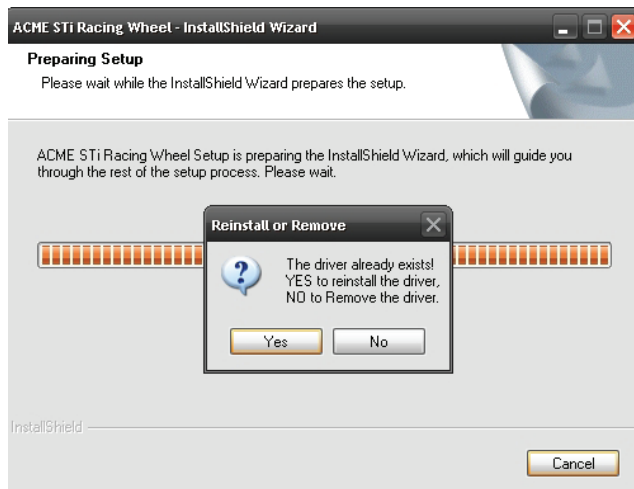

Imagen 7
- Vuelva a ejecutar el controlador. Haga clic en NO para quitar el controlador. Haga clic en YES para reinstalar el controlador. (Ver imagen 7 a continuación)